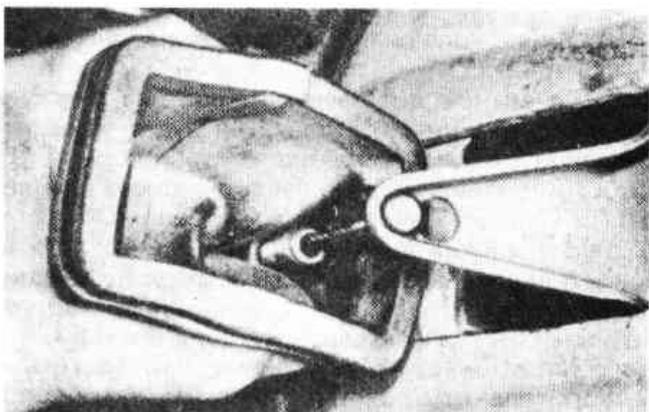

Рис. 5.4. Извлечение чехла троса сцепления из корпуса (Разд.6)
2. Заблокируйте задние колеса тормозными клиньями, поддомкратьте переднюю часть автомобиля и установите ее на надежные подставки. Снимите резиновый чехол, расположенный на боковой поверхности сцепления, как показано на Рис.5.4.